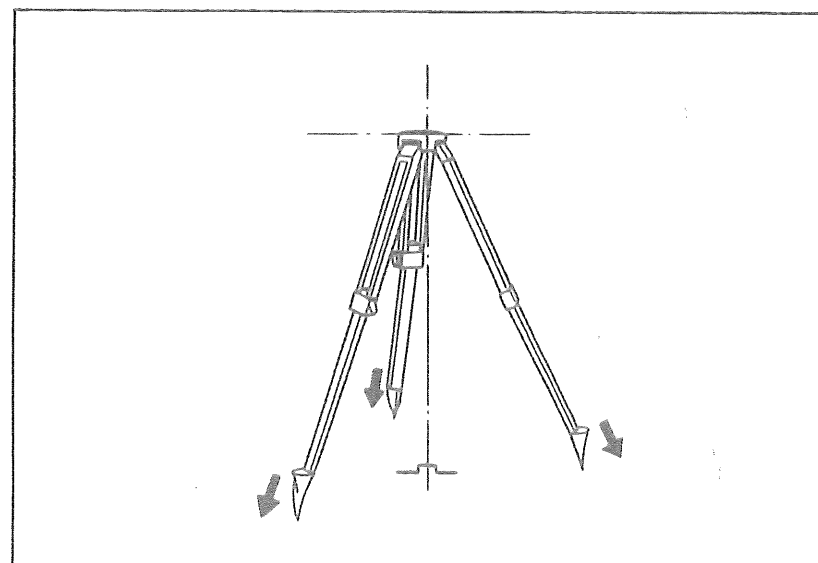

図7
- ②地上の測点が脚頭中央の穴のほぼ中心にあり、なおかつ、脚頭の表面ができるだけ水平(±5°程度)になるように設置します。石突きは十分に踏み込んで下さい。(図7)